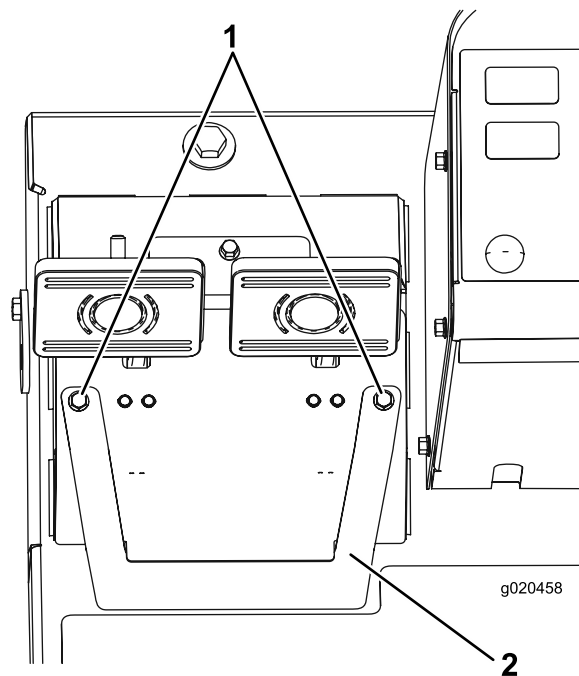

Рисунок 67
- А. Ослабьте 2 крепежных винта и снимите крышку регулировки тормоза (Рисунок 67).